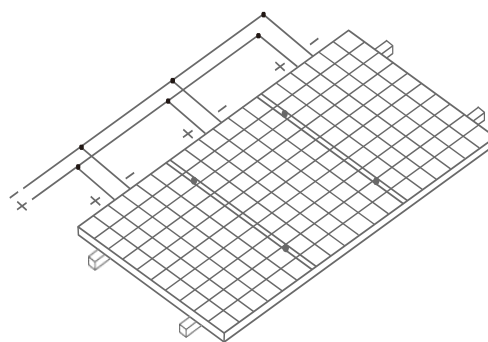

图21 并联方式
- 并联时，整串组件的输出电流等于每个支路组件或组件串电流之和（并联方式如图 21 所示），每串组件都要安装保险丝，组件最大并联数参考公式：最大保护电流 / (1.25 * 短路电流)，具体请参考该国家或地区或当地的规范。